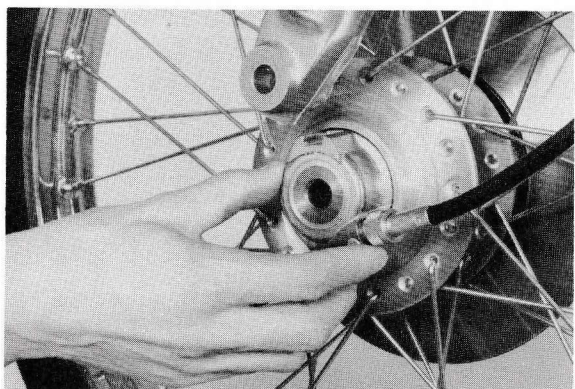

Fig. 3-3-10
- 2) Montera framhjuls- och kugghjulsaggregatet och installera denna detaljsammansättning sedan på framgaffeln. Försäkra Dig om att den utskjutande delen (momentstopparen) av axellagershållaren är placerad som på Fig. 3-3-10 och 3-3-11.
- 2) Forhjuls- og kuglelejeaggregatet samles, og denne delsamling påmonteres forgafflen. Vær helt sikker på at hovedcylinderens fremspringende del (drejningsmomentstopperen) sidder som vist på Fig. 3-3-10 og 3-3-11.